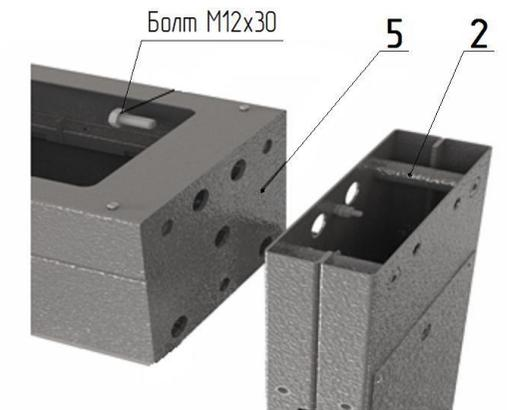
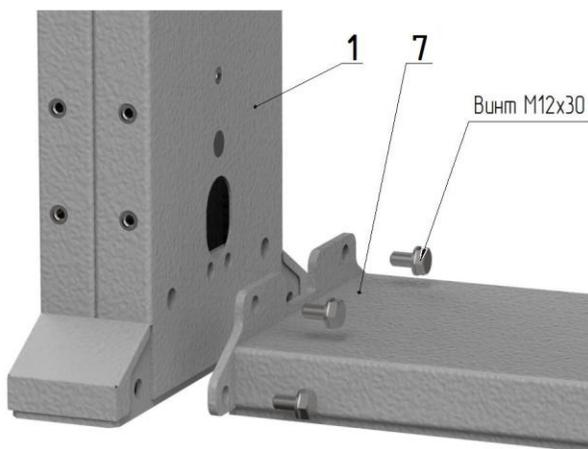

Рис. 1
Рис. 2
1. Сборка турникета. Рис. 1, 2, 3
– положите на пол боковой плоскостью раму привода **5** (рис. 1) (предварительно постелив лист картона), рядом аналогично положите стойку ограничения прохода **1** и стойку шлюза **2**; состыкуйте указанные элементы друг с другом присоединительными элементами и закрутите по три болта М12 с каждой стороны; поставьте собранный портал вертикально на месте установки турникета; закрепите к стойке **1** напольную плиту **7** (рис.2) четырьмя винтами М12.